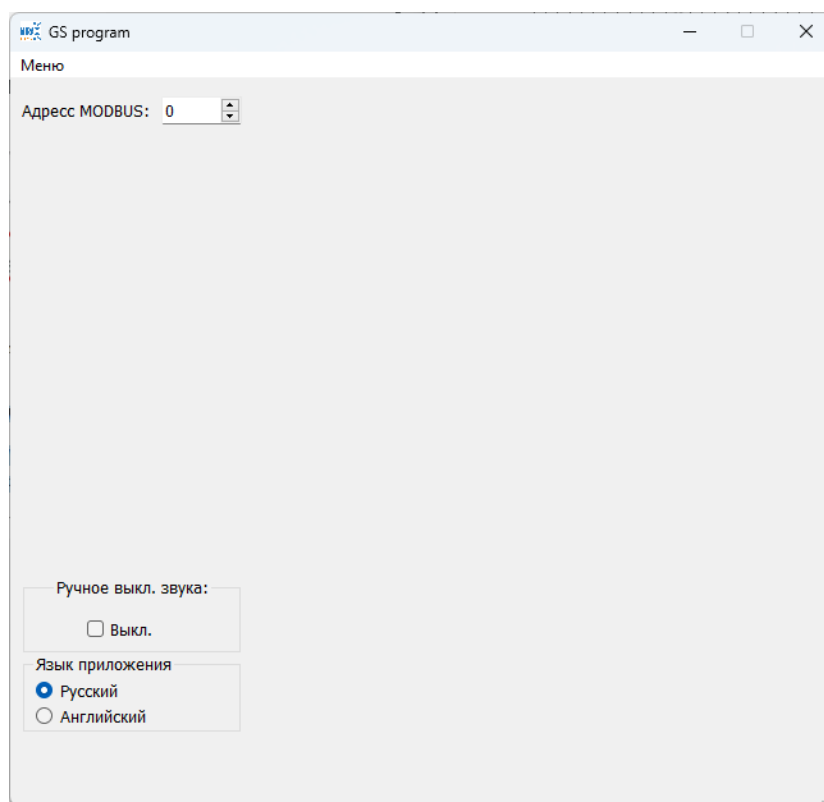

Рис.2 – Основное окно программы
1. Запустите ПО, запустив файл «GS Program.exe», после этого отобразится основное окно программы Рис. 2.